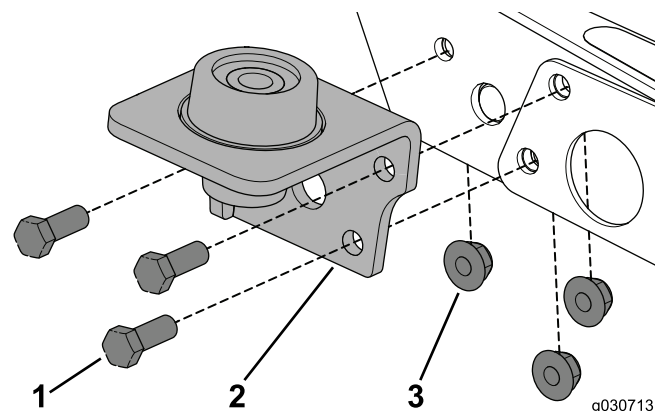

Figura 17
1. Rimuovete la bulloneria esistente e utilizzate i 3 bulloni (3/8 x 1 poll.) e i dadi flangiati che fissano il supporto alla macchina (Figura 17).